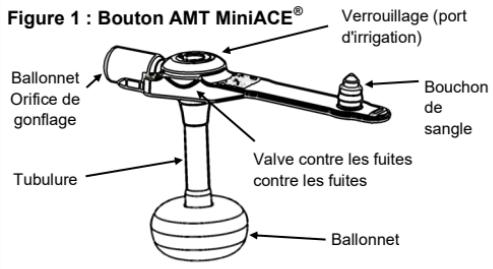

Figure 2 : 12" Kit d'irrigation à angle droit de 12 pouces
- (1) Kit d'irrigation à angle droit de 12 pouce (Fig. 2)